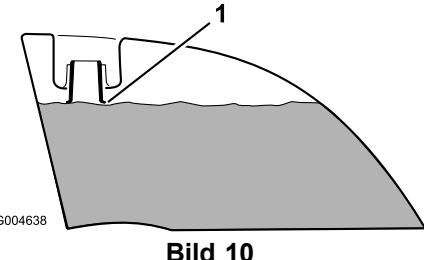

Bild 10
- Füllen Sie beide Kraftstofftanks auf, bis der Stand an der Unterkante des Einfüllstutzens liegt (Bild 10).